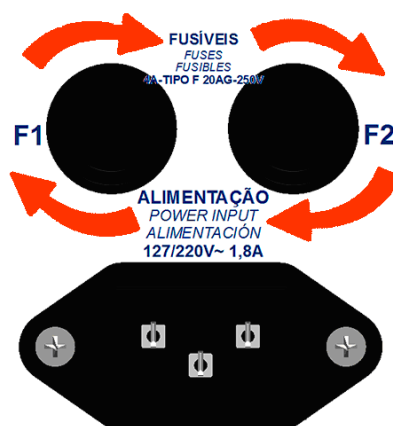

Figura 22 - Porta fusível
- Desenrosque a tampa do porta fusível localizado na parte traseira do aspirador, conforme a figura 22.